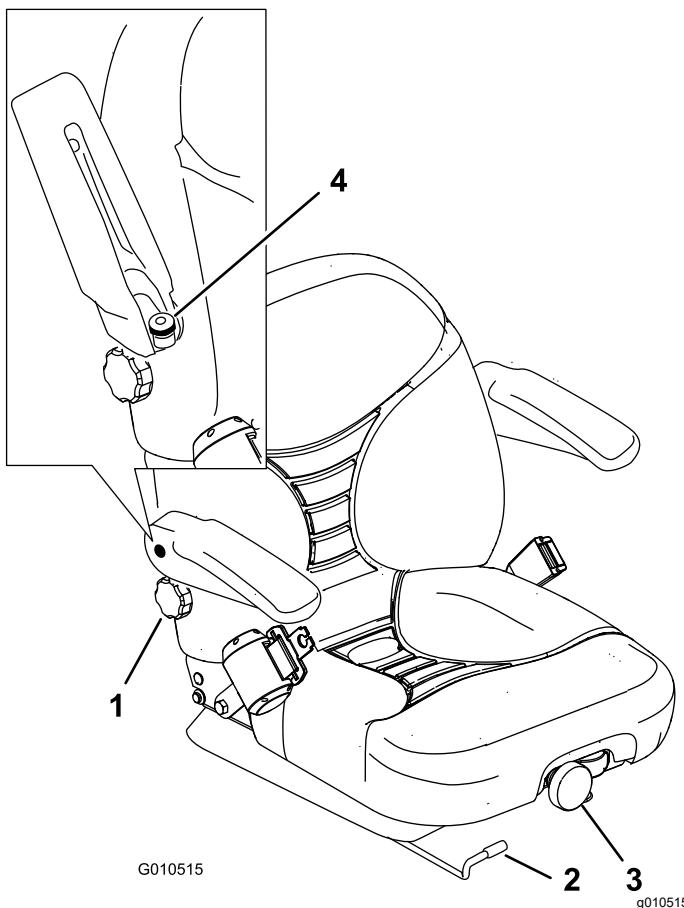

Figura 29
1. Spostate lateralmente la leva per sbloccare il sedile (Figura 29).
Per regolarla, ruotate la manopola anteriore in una delle direzioni per ottenere il miglior comfort (Figura 29).
Per regolarlo, ruotate la manopola sotto il bracciolo destro in una delle direzioni per ottenere il miglior comfort (Figura 29).
Sollevate il bracciolo e ruotate la manopola nella direzione opportuna fino ad ottenere il comfort ottimale (Figura 29).